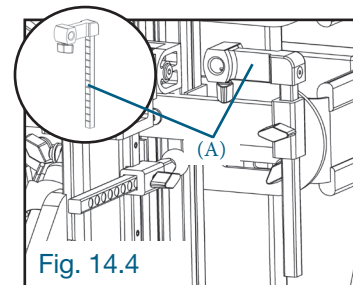

Fig. 14.4
IMPORTANT: Si vous désirez utiliser le VERTIFLEX mobile sans table, veuillez enlever complètement ou inverser les (2) barres en "L" (A) de chaque côté de la table, de manière à ce que le "L" soit orienté vers l'intérieur du VERTIFLEX mobile. (Fig. 14.4)